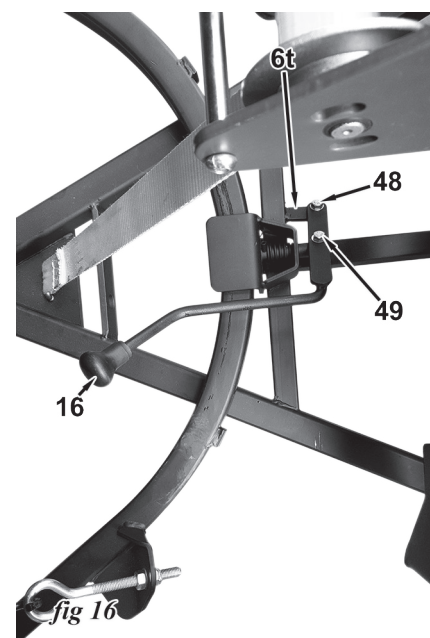

fig 16
16. Assembler la poignée de verrouillage au cadre A pour qu'elle opère la barrure à ressort dans la partie supérieur du cadre A de façon facile. Visser l'extrémité du manche à l'opposé de la poignée (16, fig.16) à l'œil dans le petit onglet dans le centre traverse du cadre A (6t, fig.16) avec un boulon M8 x 25 mm (48, fig.16) et 2 x 8 mm rondelles. Fixez avec un écrou de 8 mm Nylock. Visser la poignée pour le trou de la goupille de verrouillage d'angle avec un boulon M8 x 35 mm (49, fig.16) et 2 x 8 mm rondelles. Fixez avec un écrou de 8 mm Nylock.
17. Fixer le déflecteur de neige sur la partie supérieure de la lame. Placer le déflecteur de caoutchouc le long de l'angle en haut de la lame de charrue. Utiliser les longues et le court baguettes de métal pour boulonner en place. Fixer en place avec les boulons (7) M10 x 25 mm à la lame à travers tout sauf les deux trous d'extrémité. En fin les deux trous des extrémités, insérez les bouts filetés des deux marqueurs de la lame. Boulonner le tout avec des écrous de 9 x M10 enfilées sur du dessous de la bride.